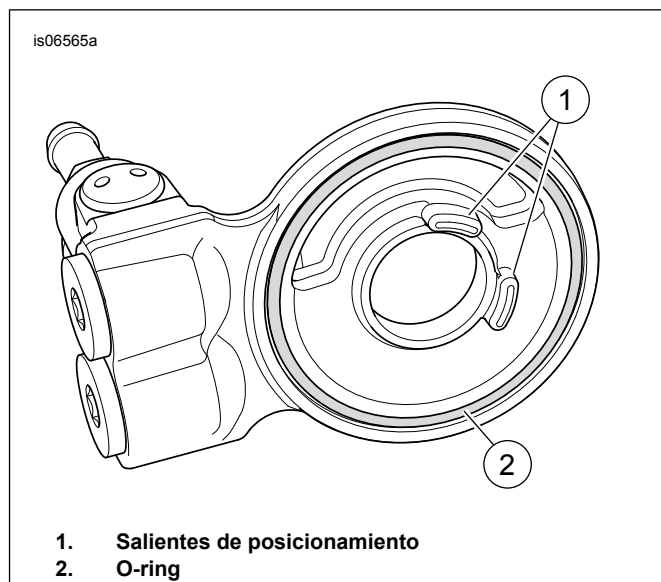

Figura 3. Adaptador del enfriador de aceite
3. Vea Figura 3. Acople los salientes de posicionamiento (1) en el adaptador del enfriador de aceite al adaptador del filtro de aceite.